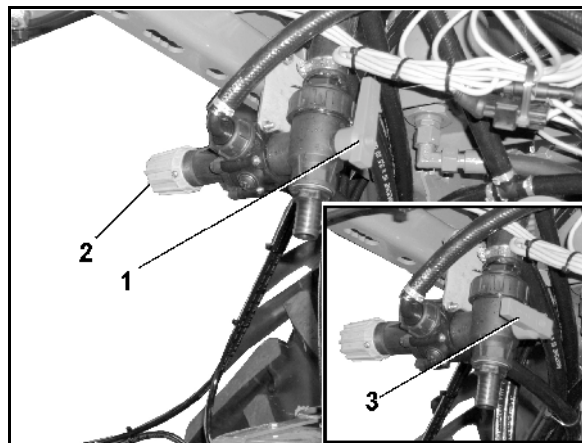

Рис. 86
- Кран переключения принудительной циркуляционной системы (Рис. 86/1).
- Редукционный клапан принудительной циркуляционной системы (Рис. 86/2). Редукционный клапан принудительной циркуляционной системы окончательно настроен на заводе. Он снижает давление принудительной циркуляционной системы до 1 бара.
Если кран переключения принудительной циркуляционной системы находится в положении (Рис. 86/1), то принудительная циркуляционная система включена.
Если кран переключения принудительной циркуляционной системы находится в положении (Рис. 86/3), то принудительная циркуляционная система отключена.